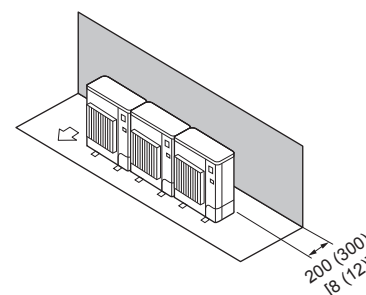

Fig. 2-12
- ① Obstacles uniquement à l'arrière (Fig. 2-12)